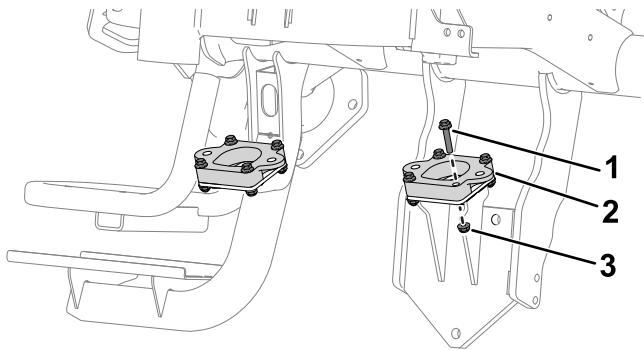
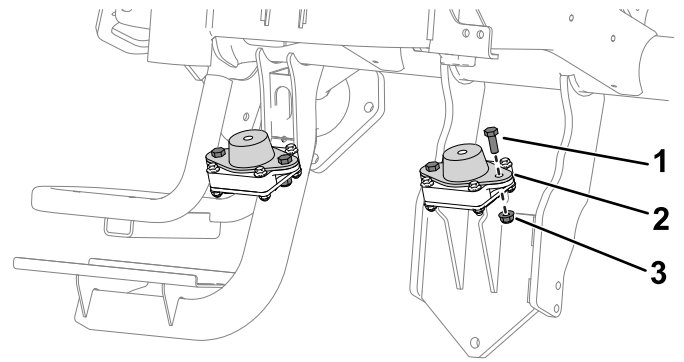
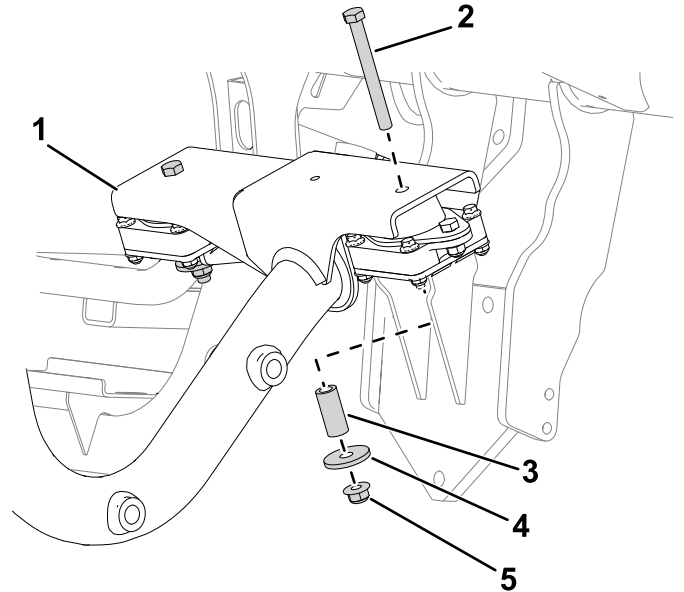

Figura 4
Figura 5
Figura 6
**Nota:** A estrutura do motor foi removida do Figura 4 e Figura 5 para melhor ilustração. A estrutura é mostrada na Figura 6.
1. Utilize quatro parafusos de cabeça hexagonal (1/4 pol.) e quatro porcas (1/4 pol.) para prender um adaptador de motor à estrutura (Figura 4).
2. Utilize dois parafusos de cabeça hexagonal (5/16 pol.) e duas porcas (5/16 pol.) para prender uma montagem de motor ao adaptador do motor (Figura 5).
3. Utilize um parafuso de cabeça hexagonal (3/8 pol.), um espaçador do cilindro, um espaçador e uma porca (3/8 pol.) para prender a estrutura do motor à montagem do motor (Figura 6).